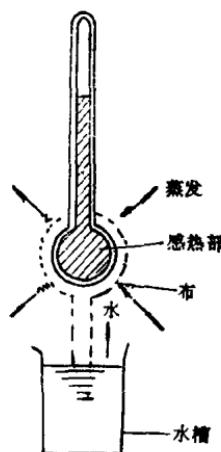

图 1-3 湿球温度的测定
(1) 干球温度，就是我们通常使用的温度计所测试的空气温度。
(2) 湿球温度。如图 1-3